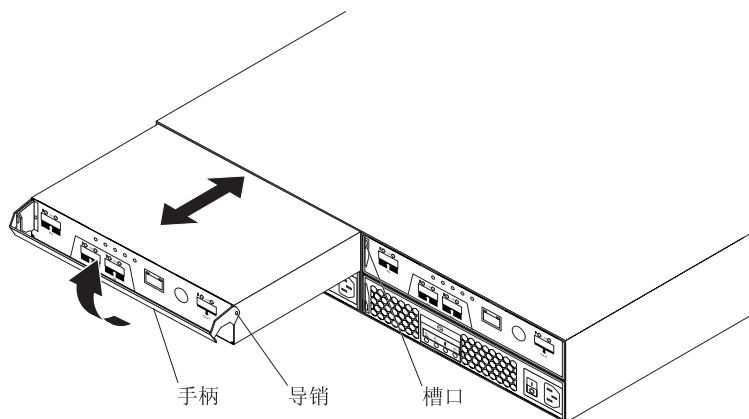

图 59. 卸下和更换控制器
- b. 从机架中缓缓拉出手柄，将控制器从托架中卸下，如图 59 所示。
- b. 确保控制器一侧的导引针正好嵌入 DS3400 机架上的槽口。请参阅第 76 页的图 59。